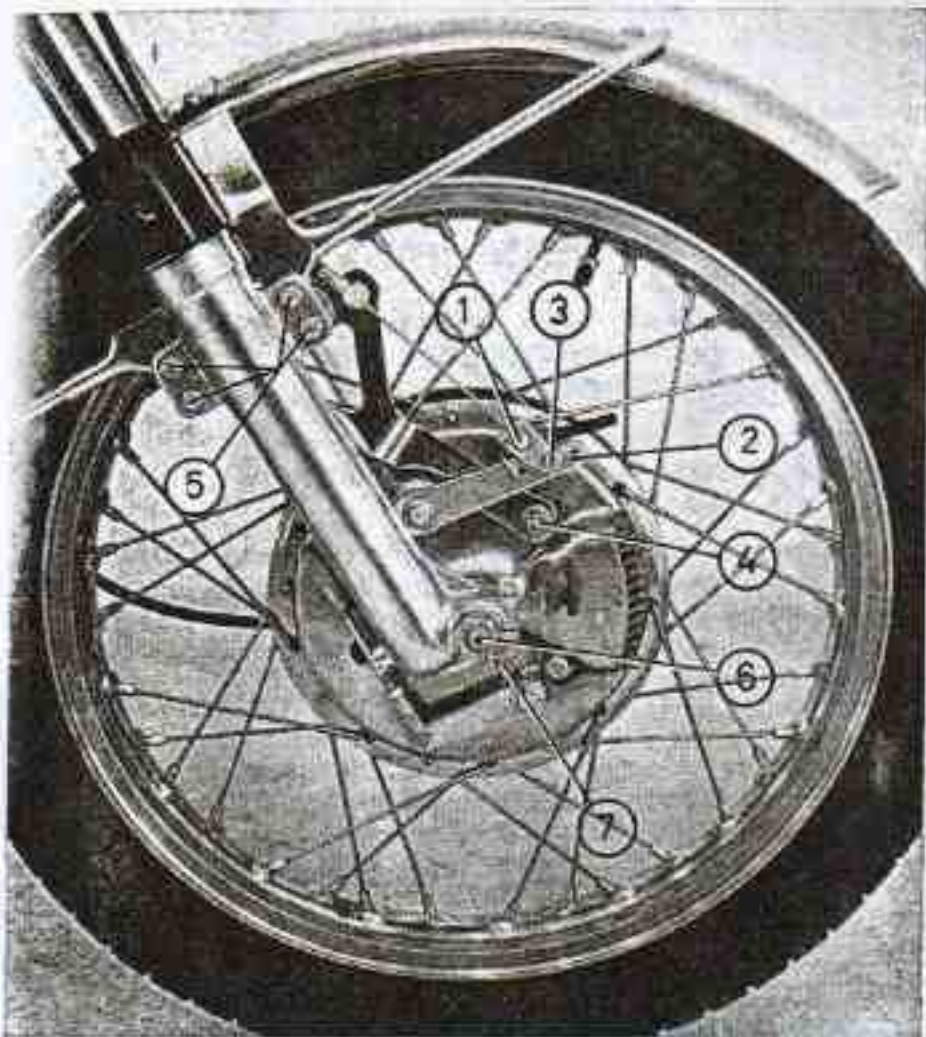

Fig. 21
2. **Desmontaje de la rueda delantera.** Para ello, soportar la motocicleta de modo que la rueda delantera gire libremente. Destensar el freno delantero por el tensor del mando de manillar y desmontar la palanca 1 (fig. 21). Aflojar el tirante de anclaje con llave de 10 mm por arriba y desenroscar totalmente por abajo con llave de 14 mm liberándolo del plato portazapatas. Aflojar los 4 tornillos de cerraje con llave de 10 mm. Desenroscar la tuerca del eje con llave de 22 mm y valiéndose del pasador-varilla introducido en la cabeza del eje, extraerlo por el lado izquierdo. Sacar la rueda y separar el plato portazapatas.
2. **Démontage de la roue avant.** Suspendre la moto pour que la roue avant puisse tourner librement. Détendre le frein avant par le tenseur de la commande du guidon et ôter du levier 1 (fig. 21). Desserrer la fixation supérieure de la bride d'ancrage en utilisant une clé de 10 mm et dévisser complètement la fixation inférieure avec une clé de 14 mm, pour la séparer du plateau porte-garnitures. Dévisser les 4 vis de serrage avec une clé de 10 mm. Dévisser l'écrou de l'axe avec une clé de 22 mm, et l'extraire par la côté gauche à l'aide de la tige coulissante introduite dans le bout de l'axe. Enlever la roue et ôter le plateau porte-garnitures.
2. **Removing the Front Wheel.** Support the frame so that the front wheel is off the ground. Loosen the front brake by means of the adjuster on the handlebar lever and remove it from the brake arm 1 (fig. 21). Loosen the upper anchor plate end with a 10 mm wrench and entirely unscrew the lower end with a 14 mm wrench removing it from the backing plate. Loosen the 4 clamping bolts with a 10 mm wrench. Unscrew the axle nut with a 22 mm wrench, and by means of the dipstick remove it from the left. Remove the wheel from the motorcycle and take off the backing plate.